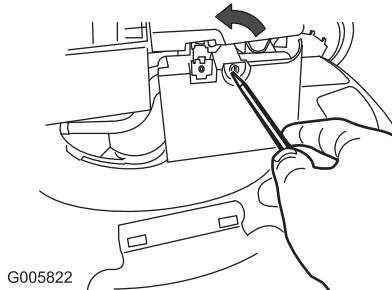

Figure 21
- Ouvrez le couvercle du filtre à air avec un tournevis (Figure 21)